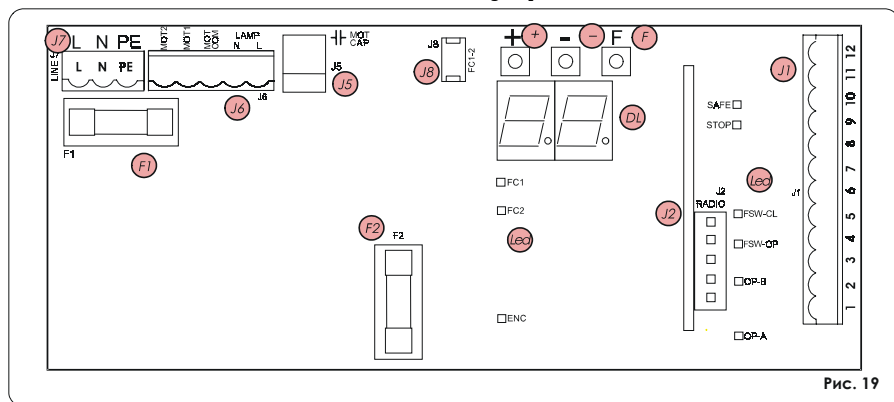

Рис. 19
Предохранители	2 (см. рис. 19)
- всегда подключайте заземление к разъему J7 (рис. 19 и 35).